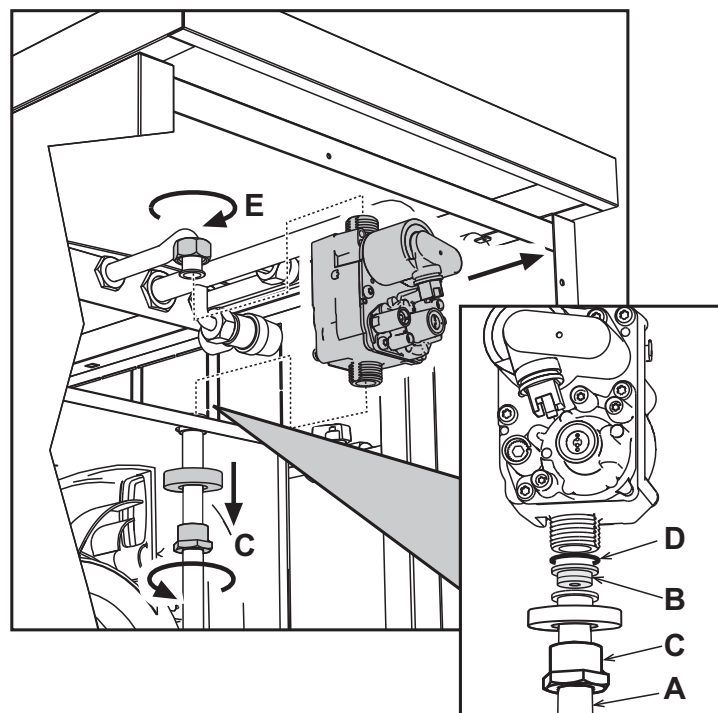

fig. 23
4. Desenrosque las tuercas C y E y quite la válvula del gas (fig. 23).
5. Reemplace el inyector B del tubo del gas por el que se incluye en el kit de transformación, interponiendo la junta D (fig. 23).